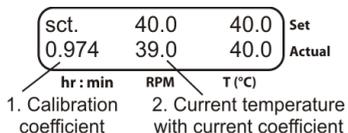

Figure 3. Modification du coefficient
- 6.4.6. En utilisant les touches **▲** et **▼ T, ° C**, modifiez le coefficient d'étalonnage (fig. 3/1) de sorte que la nouvelle température (fig. 3/2) correspond à la température du capteur indépendante. Dans notre exemple, le coefficient d'étalonnage sera 0.974.keys